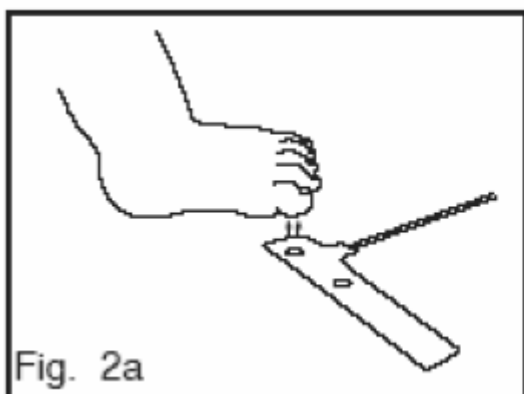

Fig. 2a
2. Dirija o cabo do sensor de modo que ele aponte para longe do paciente ou corra ao longo da planta do pé. Posicione o detector na parte carnuda do hálux (Fig. 2a). A cobertura completa da janela de detecção é necessária para a garantia de precisão dos dados.